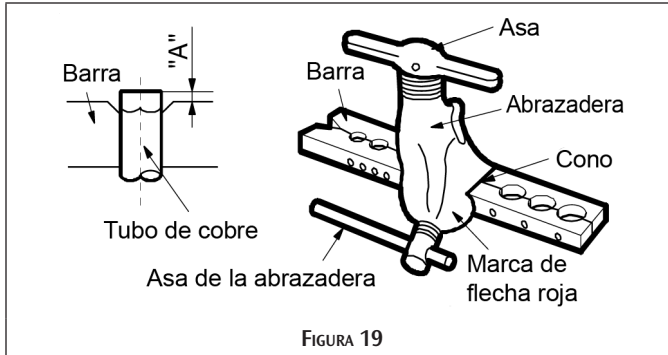

FIGURA 19
2. Inserte el caño en el abocardador hasta la medida «A» en la tabla. Abocardé la tubería como se muestra en la figura 19. Asegúrese de que la abertura esté libre de rebabas y completamente formada para hacer una junta a prueba de fugas.